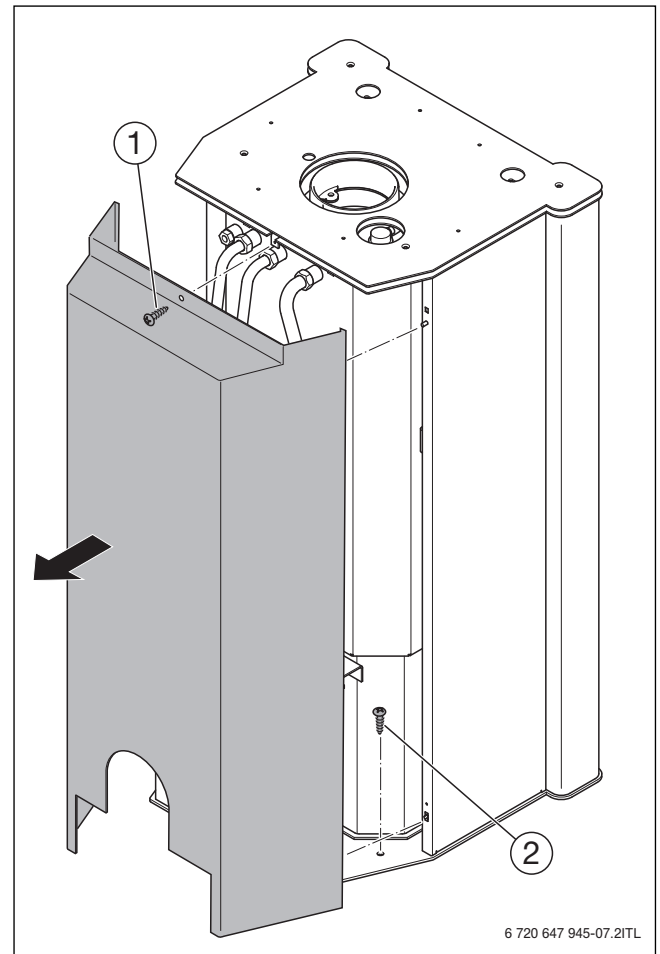

Bild 6 Transportsicherungen entfernen
- ▶ Hintere Verkleidung demontieren (→ Bild 6, Seite 9).